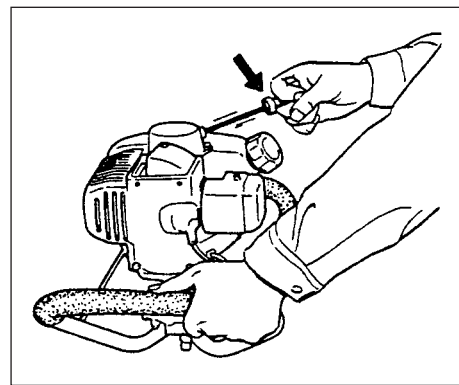

Fig. 2-4
4. Drag kraftigt i starthandtaget. Håll stadigt i handtaget.! (Fig. 2-4)